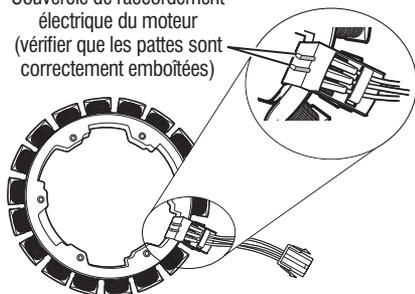

Figure 5 - Dépose de la bobine de changeur de vitesse et contrôle du raccordement électrique du moteur
13. Contrôler visuellement que le couvercle de raccordement électrique du moteur est bien emboîté (voir Figure 5, page 40).